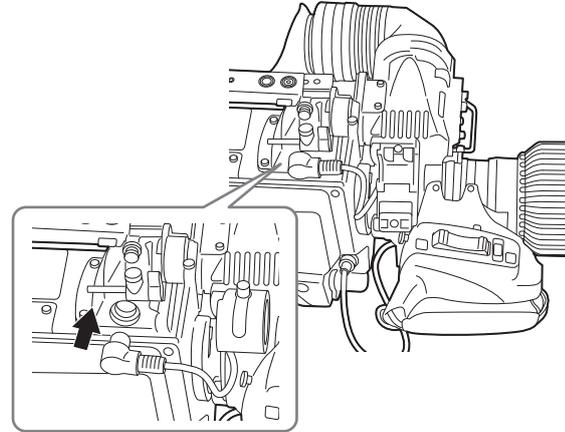

図 2
- 4 プラグを〈VF〉端子に接続する。(図 2)
- 3 カメラ側のV字溝に、LCD ビューファインダーのV字突起部を合わせてスライドし、ロックがかかるまで押し込む。(図2)